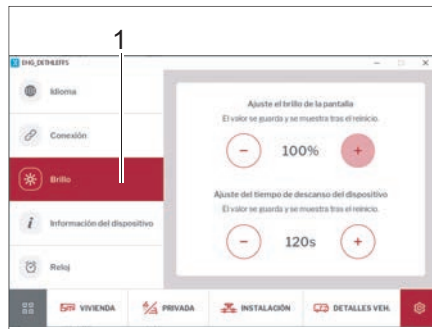

Fig. 268 Brillo
- Tocar en la opción *Brillo* (Fig. 268,1).